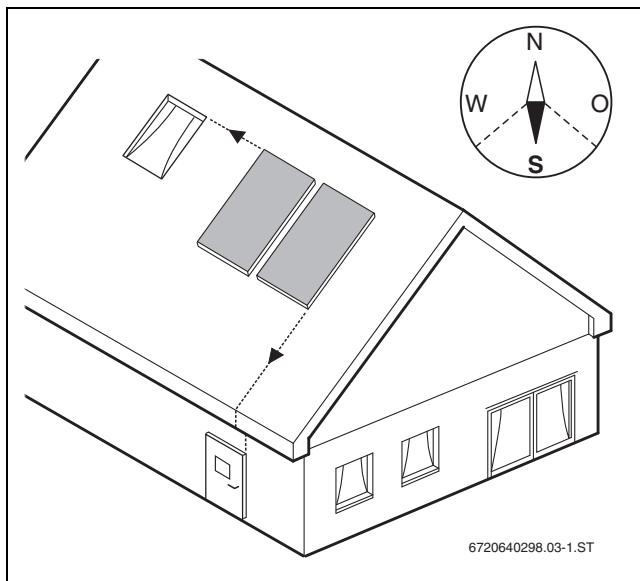

Рис. 12 Тщательно выровняйте коллекторы
- По возможности направляйте коллекторы на юг (→ рис. 12).
- Размещайте поле коллекторов так, чтобы оно находилось на одной линии с окнами, дверьми и др. (→ рис. 12).